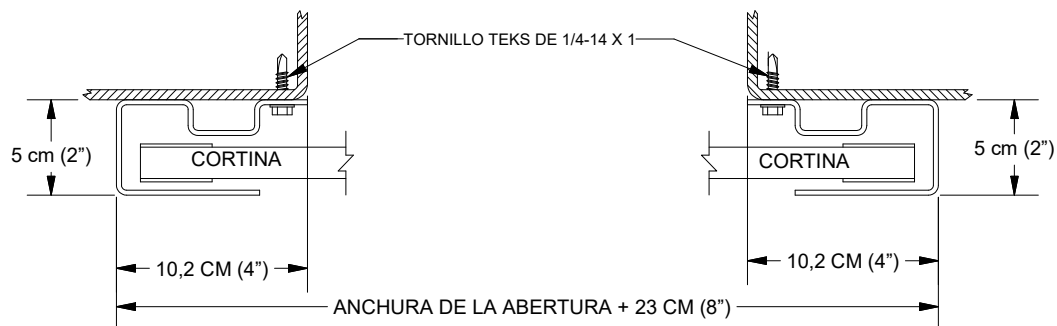

FIGURA 8: JAMBAS DE ACERO
- **JAMBAS DE ACERO** Tornillos Tek de 1/4 - 14 x 1" en la punta de la guía. Todas las aplicaciones del modelo 2500. **VEA LA PÁGINA 9, FIGURA 8.**